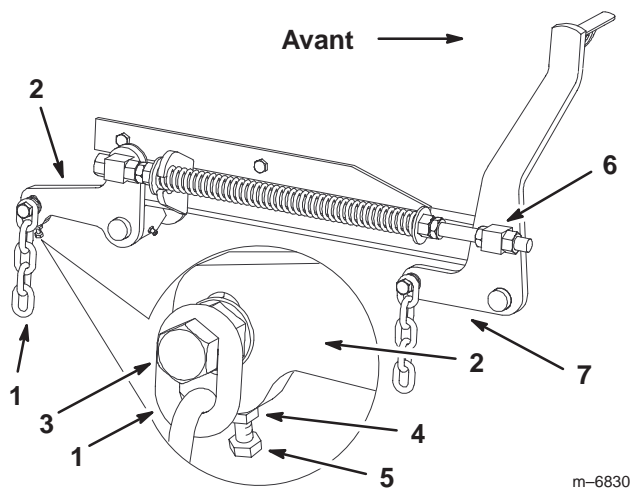

Figure 65
- Si la distance mesurée au point **B** ou **C** n'est pas correcte, desserrez le boulon de fixation de la chaîne arrière au bras de support arrière (Fig. 65).